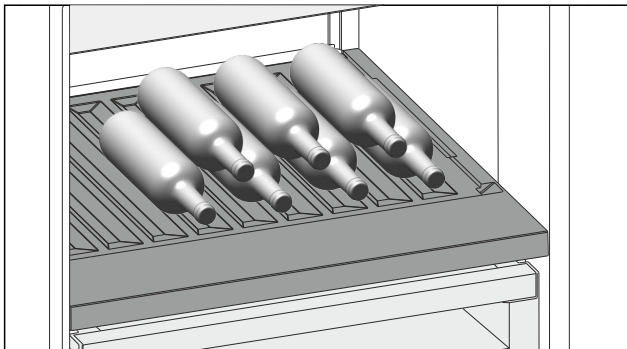

Fig. 99
- Placer les bouteilles avec le fond orienté vers la paroi arrière de l'appareil. (voir Fig. 99)